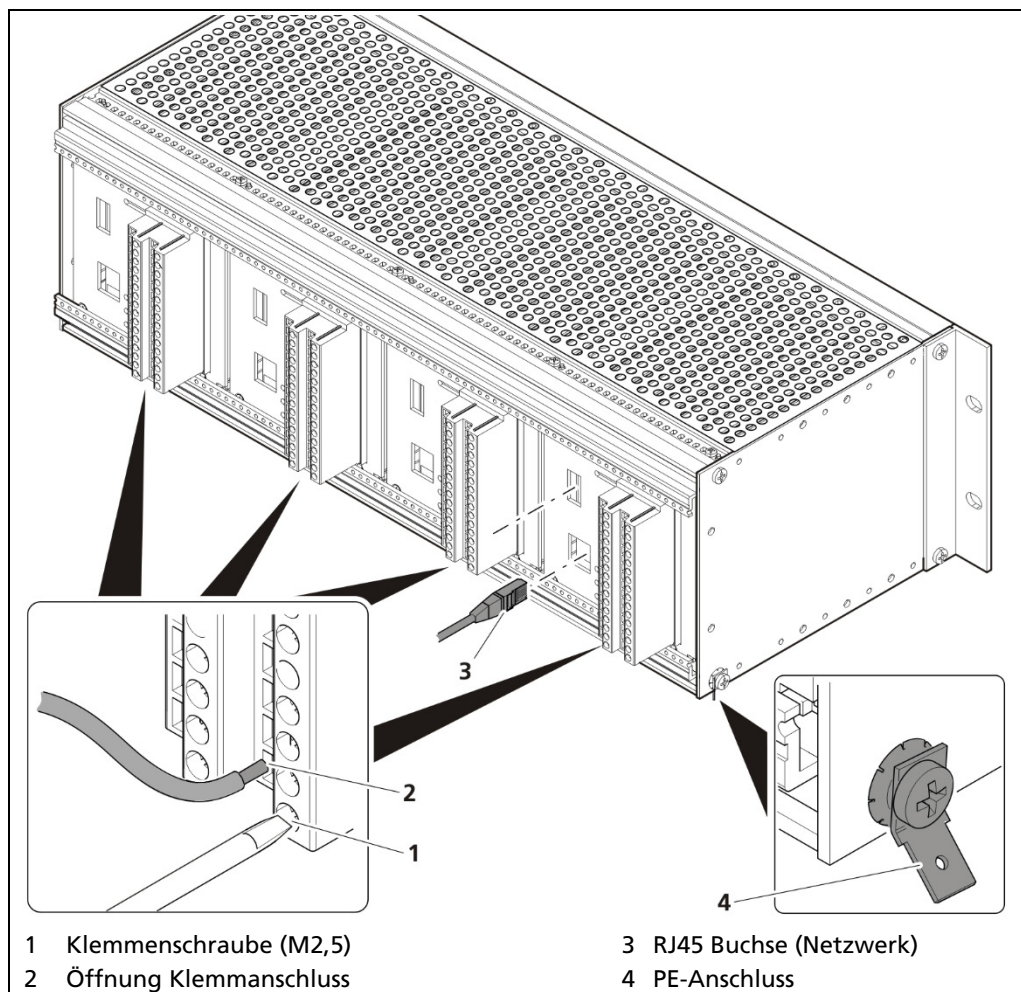

Abb. 12 Elektrischer Anschluss im 19" Baugruppenträger (Bsp.: 4x Master)
Vor der Erstinbetriebnahme muss der Spannungsbereich (Abb. 12, Pos. 8) an allen Eingangs- und Ausgangsklemmen dauerhaft und chemikalienbeständig gekennzeichnet werden!
Für die Variante zur Installation von 4 Master-AWEs wird 2-mal die Anschlussplatine Master/Master (Abb. 12) verwendet.
Es darf nur die Spannung des gekennzeichneten Bereichs (Abb. 12, Pos. 6) angelegt werden!
2. Kennzeichnen Sie den Spannungsbereich dauerhaft und chemikalienbeständig (Abb. 12, Pos. 6).
4. Öffnen Sie mit einem Betätigungswerkzeug (Schlitz-Schraubendreher) den Klemmanschluss (Abb. 12, Pos. 1) und führen Sie die abisolierte Ader (min. 8 mm) (Abb. 12, Pos. 2) ein. Durch Herausziehen des Betätigungswerkzeuges wird der Klemmanschluss geschlossen. An die Klemmen können folgende flexible Adern angeschlossen werden:
5. Stecken Sie den Netzwerkstecker in die RJ45 Buchse (Abb. 12, Pos. 7) (optional).
6. Überprüfen sie den korrekten Anschluss der PE-Leitung (Abb. 12, Pos. 8).